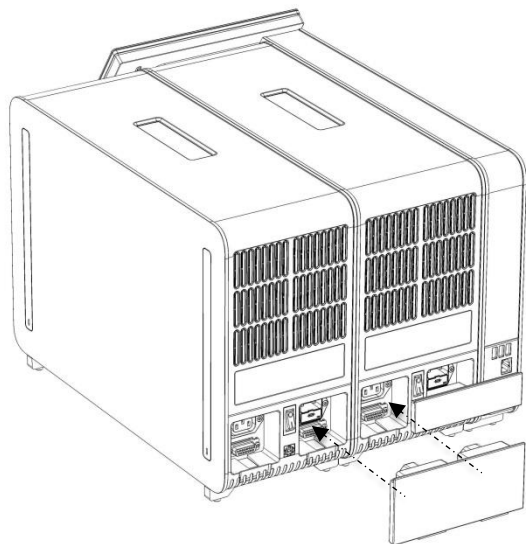

图 15. 连接分析/分析模块桥。
6. 连接 QIAstat-Dx Analyzer 1.0 背面的分析/分析模块桥，使两个分析模块连接到一起（图 15）。